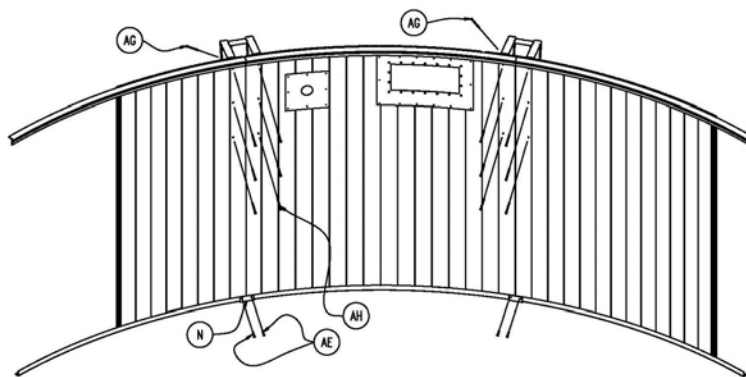
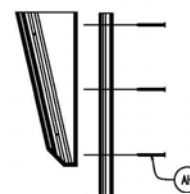

Figure 4.1
Figure 4.2
Le premier panneau flexible se fixe dans le haut et le bas du dernier poteau (J) de la section mur droit avec des vis à bois (AH). Pour les suivants, vissez en diagonale le haut du panneau sur le précédent avec une vis (AG). Ensuite, utilisez les clips de panneaux (N) et les vis (AE) pour fixer ensemble le bas des panneaux (figure 4.1). Réunissez les panneaux avec la colonne pour mur rond (F) en la positionnant à égalité avec le profilé d'accrochage. Vissez ensuite les panneaux dans la colonne (F) avec les vis (AH) en utilisant les trous pré-perforés (figure 4.2). Complétez la section du mur rond en vissant (vis AH) le dernier panneau flexible dans le haut et le bas du poteau du mur droit au coté opposé. Répétez l'opération pour la section mur rond coté opposé.